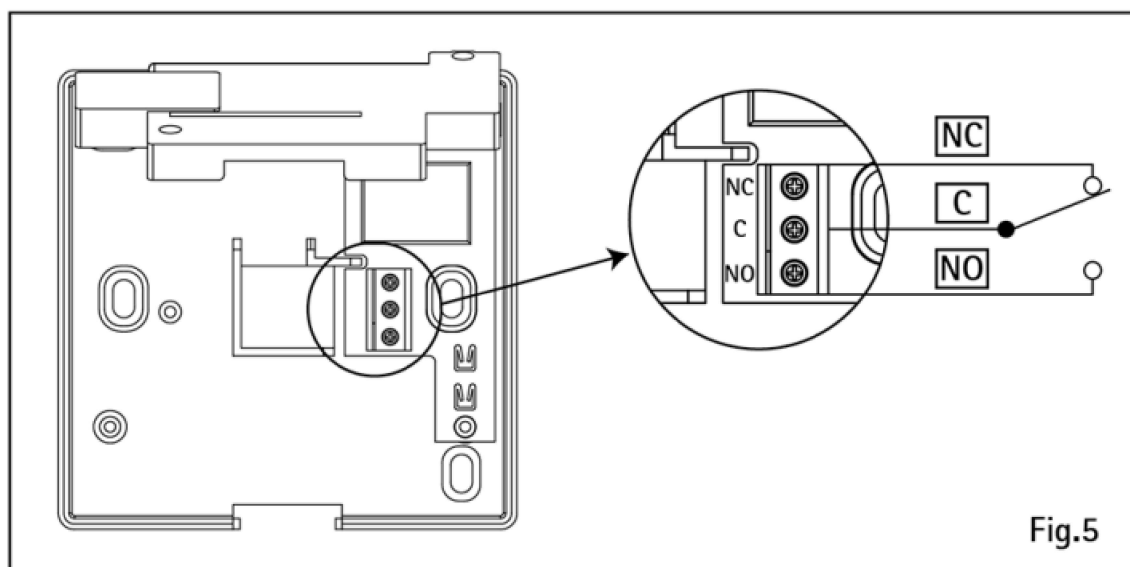

FIG.5
5. Abrir **TECHNO RT APP** y remover la protección bornes (fig. 5).
6. Hacer pasar los cables en la placa de fijación. Conectar los cables al borne respetando la posición COM y NO. Colocar y fijar (fig. 5).